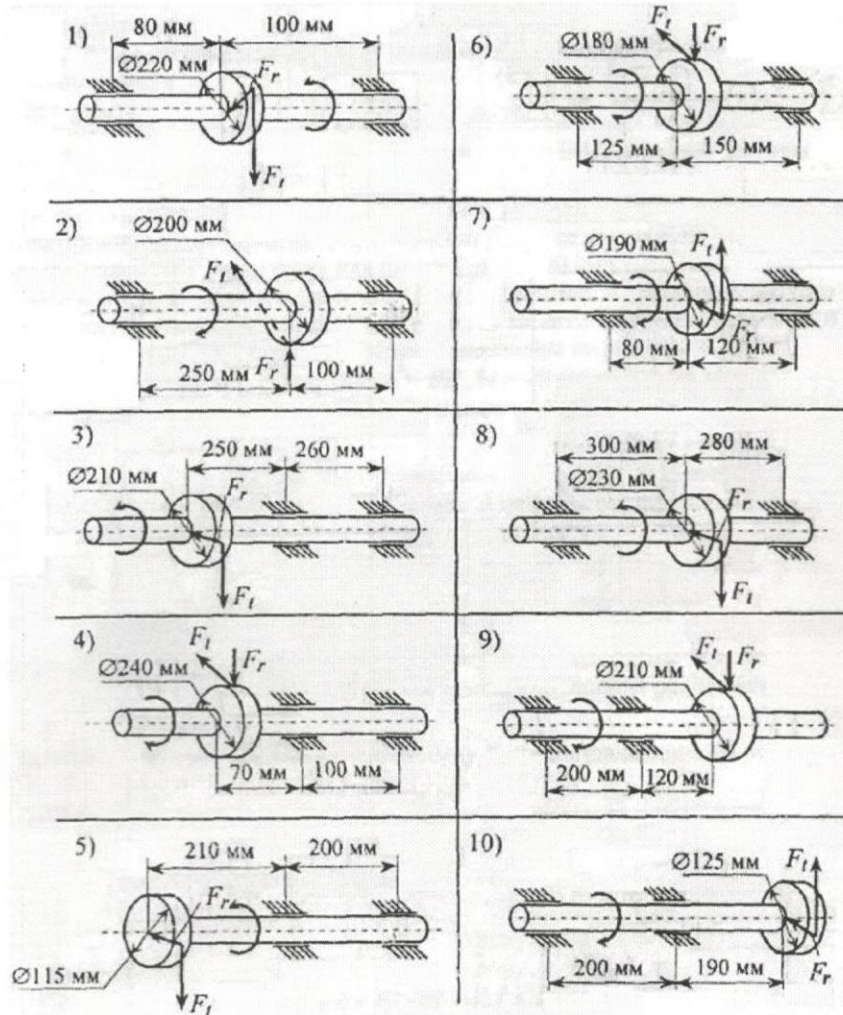

Рисунок 9.
8. Строим эпюру изгибающих моментов от силы F_r , действующей в горизонтальной плоскости (рисунок 9д).